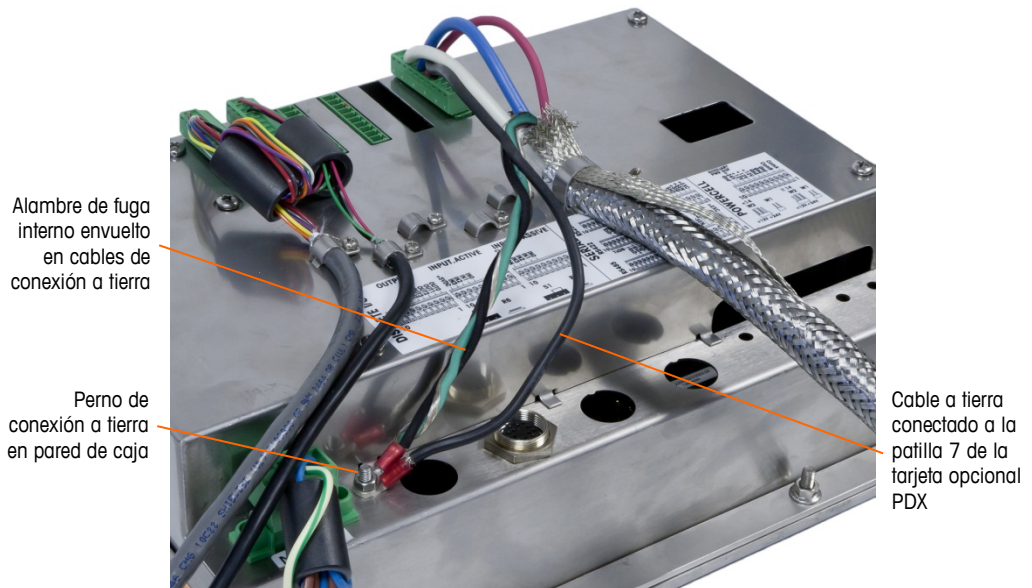

Figura 2-69: Conexión completa, caja para montaje en panel
4. Tuerza el alambre de fuga de energía interno del cable de conexión junto con los cables negro y verde y fíjelos en el perno de conexión a tierra externo, como se muestra en la Figura 2-69.